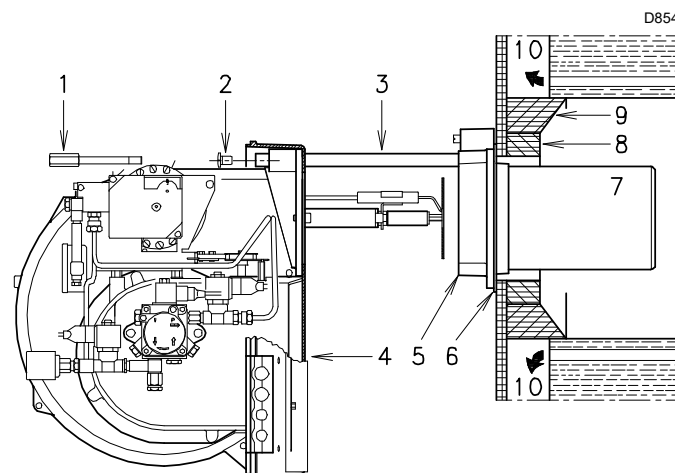

Fig. 11
Pour les chaudières avec circulation des fumées sur l'avant 10)(Fig. 11), ou avec chambre à inversion de flamme, introduire une protection en matériau réfractaire 8), entre le réfractaire de la chaudière 9) et l'embout 7).
Démonter l'embout 7) du brûleur 4)(Fig. 11) comme suit :
- reculer le brûleur sur les glissières comme la Fig. 11 le montre ;